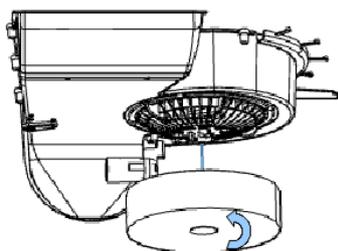

Fig. 10
Pour remplacer le filtre à charbon actif (Fig. 10)
- Enlevez le filtre à charbon, situés à l'intérieur de la hotte sur le corps du ventilateur (Fig. 10), en le tournant dans le sens opposé à celui des aiguilles d'une montre.